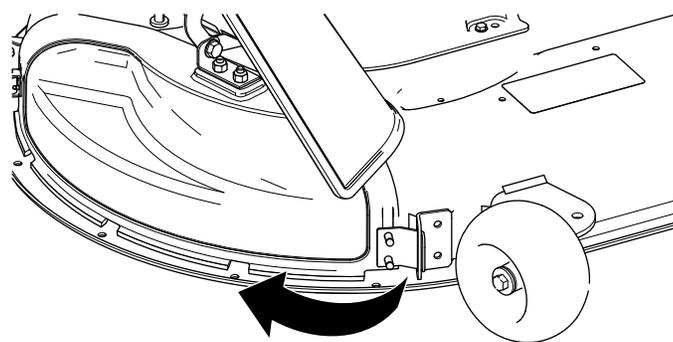

Figura 15
4. Fate ruotare il coperchio dello scarico verso il piatto di taglio, in modo tale che si allinei con il piatto stesso (**Figura 15**).